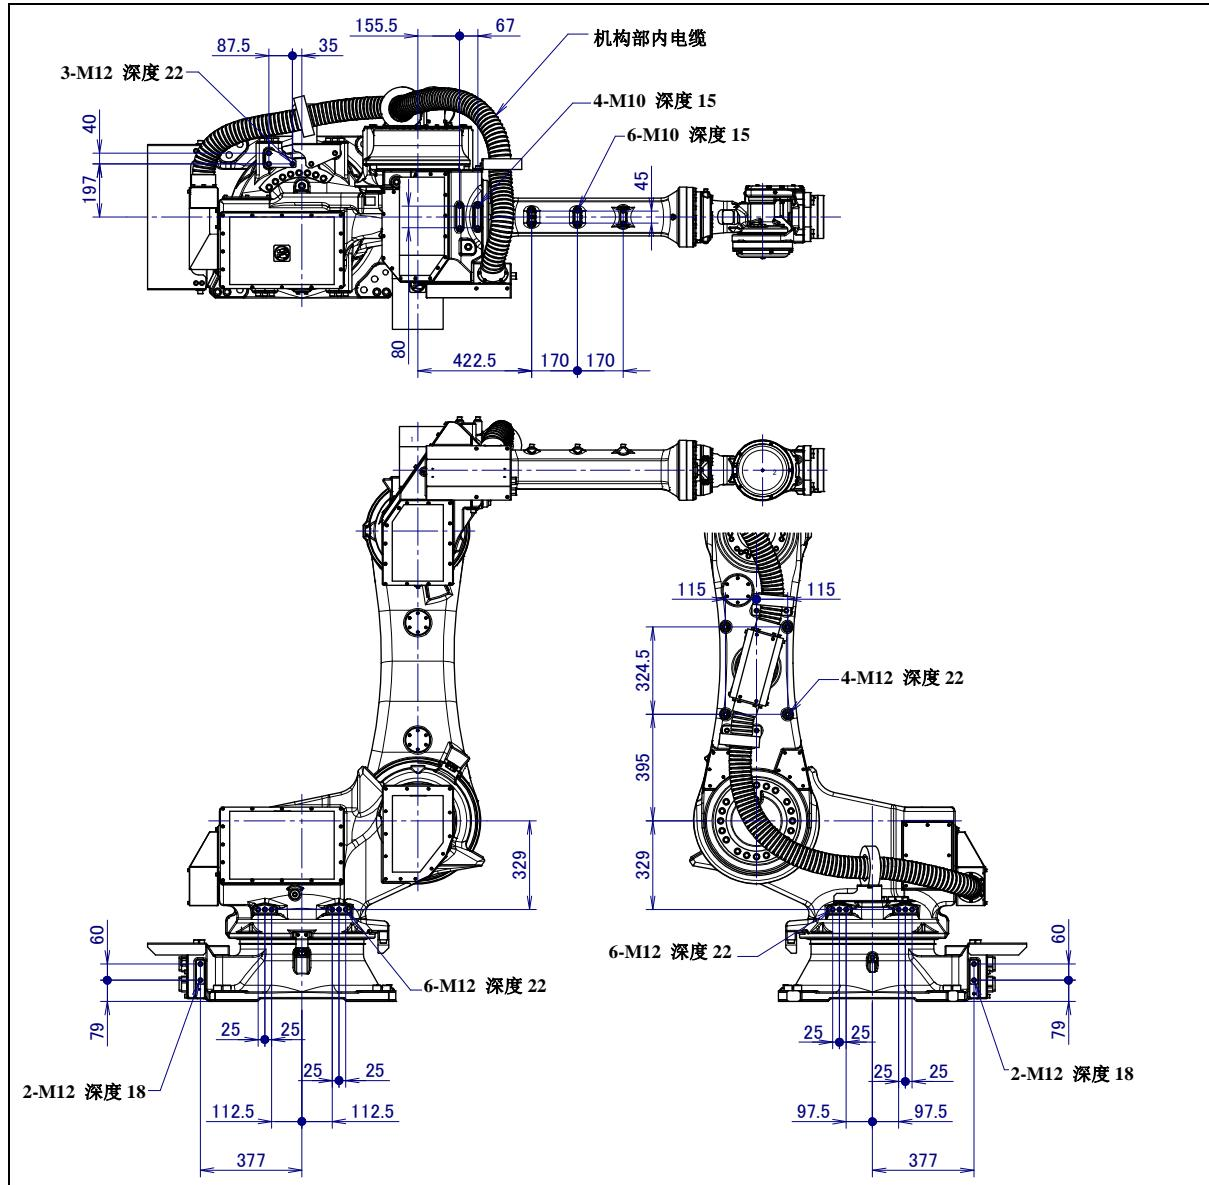

图 4.2 (a) 设备安装面尺寸
- 5 出厂时在图 4.2 (a)中所示的用户螺孔上安装有防锈用螺栓和盖板。不使用时必须装回这些。